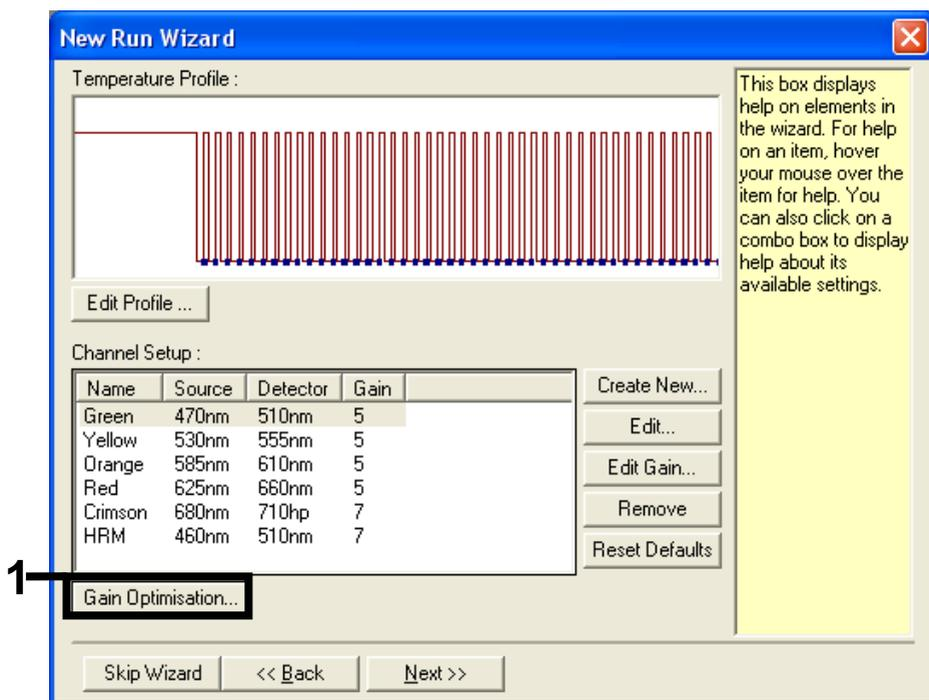

Figura 30. "Gain Optimisation" (Otimização de ganho).
12. Na próxima janela, clique em Gain Optimisation (Otimização de ganho) (Figura 30).